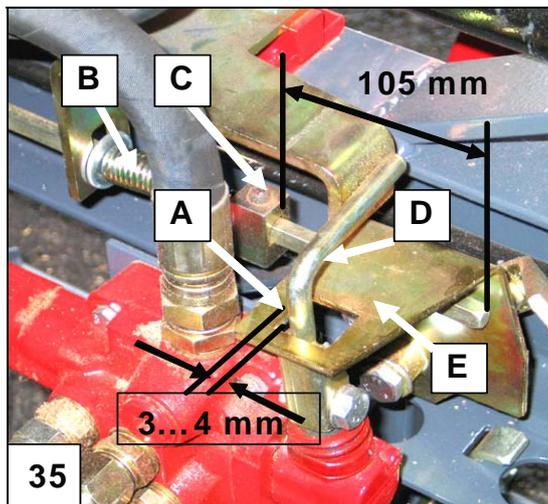

Abb. 35. Anfangseinstellungen des Ventils
### 7.13 Anfangseinstellungen des Ventils, Abbildung 35 und 36
- Beim Auswechseln der Auslösefeder B (Abbildung 35) muss der Stellteil C wieder in der ursprünglichen Stellung angebracht werden.
2. Drehen Sie den Regler E so weit, dass sich zwischen der Vorderkante des Quadratlochs und dem Auslösestab D das Spiel A (Abbildung 35) von ca. 3–4 mm bildet.